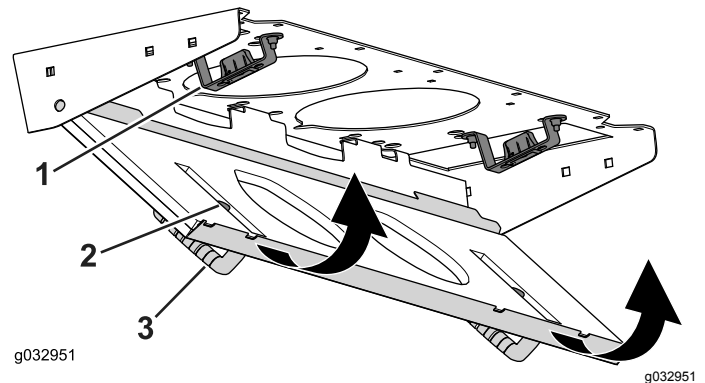

Bild 123
4. Drehen Sie das Filtersieb um die Nasen, bis der Riegel in der Riegelbefestigung einrastet (Bild 123).